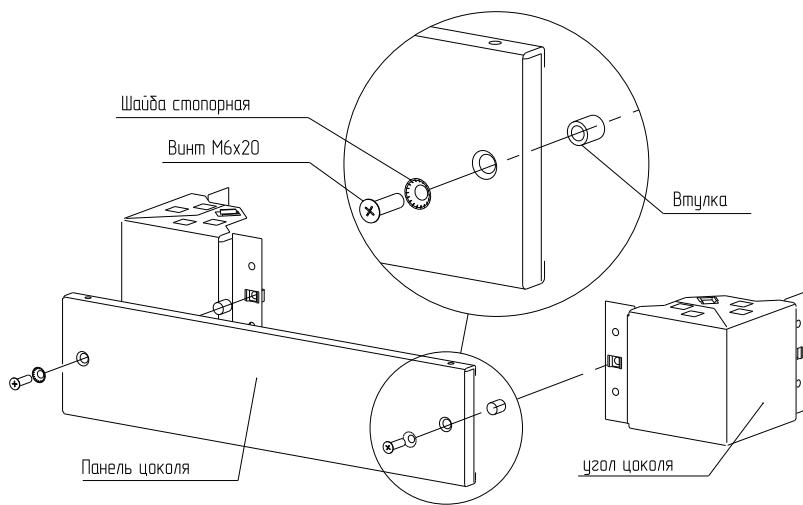

Рисунок 6
4.3.3 Вставьте в панель цоколя два винта M6×20 со стопорной шайбой и втулкой на каждом винте (рисунок 6) и закрепите панель цоколя на углах цоколя.